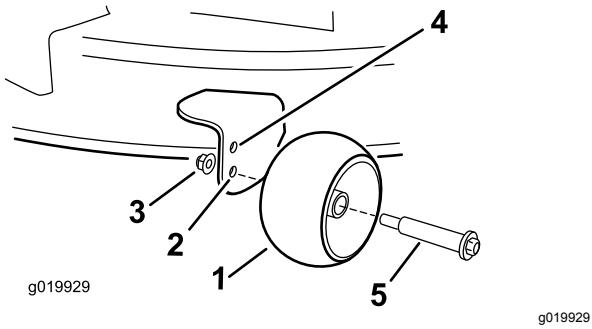

Figure 28
- Trou supérieur – utilisez cette position avec le plateau de coupe à une hauteur de coupe inférieure ou égale à 63 mm (Figure 28).
- Trou inférieur – utilisez cette position avec le plateau de coupe à une hauteur de coupe égale ou supérieure à 76 mm (Figure 28).